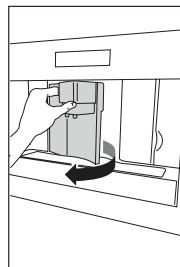
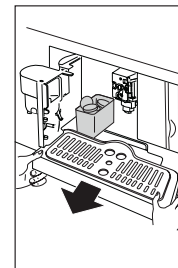
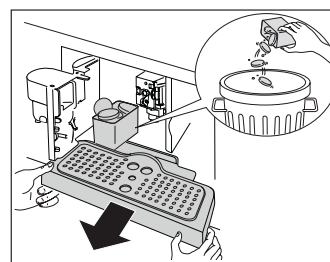

Fig. 23
Fig. 24
Fig. 39
- ▶ Pour le nettoyer, ouvrir le volet de service à l'avant en tirant sur le bec à café (Fig. 23), retirer le bac récepteur (Fig. 24), le vider et le nettoyer (Fig. 39).